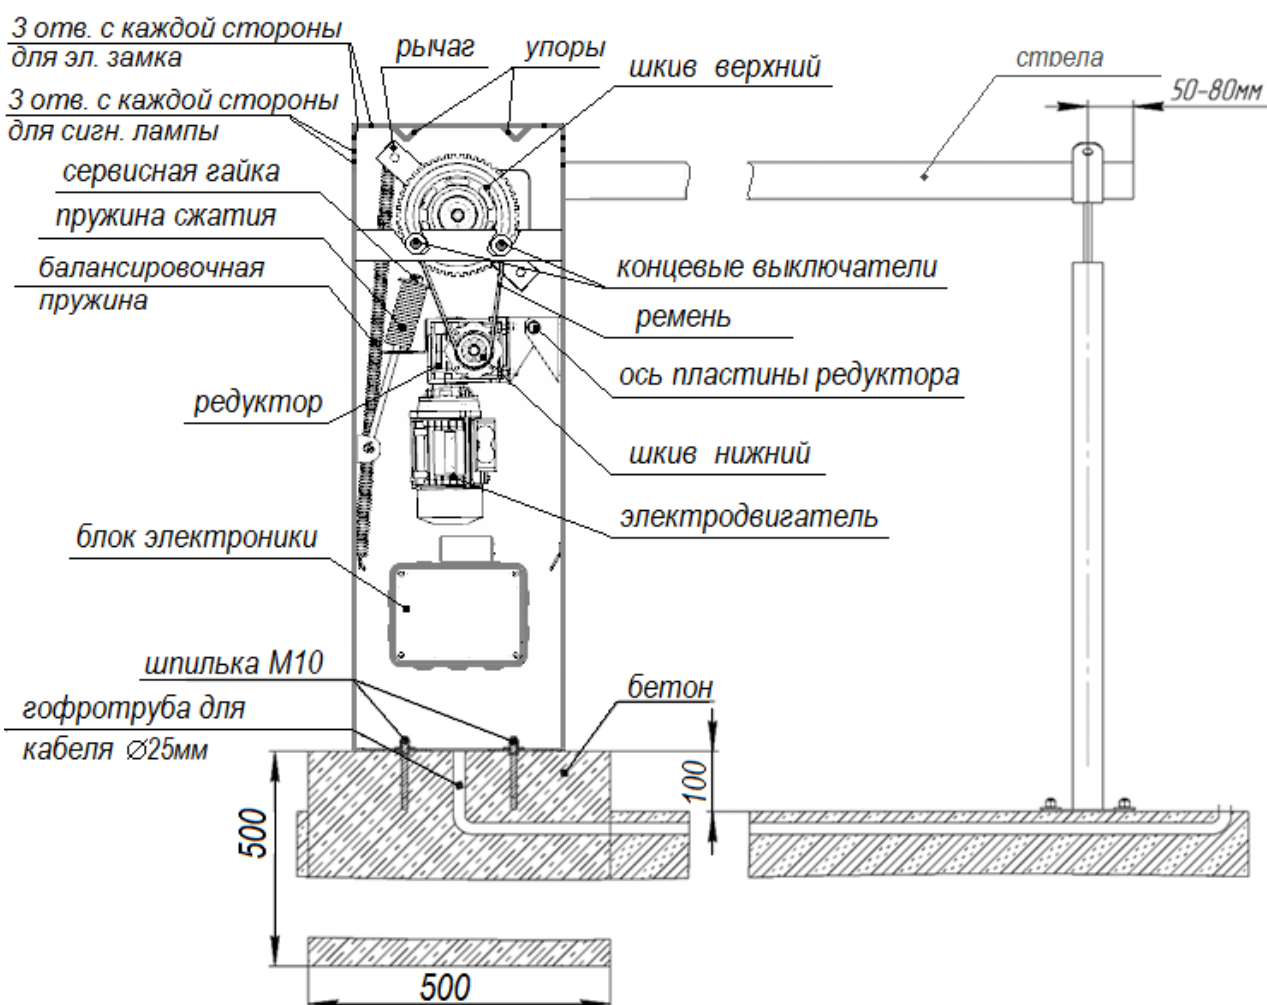

Рисунок 1
Шлагбаум следует установить на фундамент размером 500x500x500 из бетона марки не ниже М400. При заливке необходимо использовать монтажный комплект: монтажную раму и анкеры, при этом каждый анкер должен выступать над поверхностью фундамента своей резьбовой частью на высоту не менее 40 мм. Сам фундамент должен выступать над уровнем проезжей части не менее 100мм (см. Рисунок 1, 2)
На производстве шлагбаума собираются в правостороннем исполнении (если смотреть со стороны крышки тумбы, стрела с права см. Рисунок 1, 2).
- * Переставить балансирующую пружину с левого крепления на рычаге и зацепе на правое крепление (см. Рисунок 1).
Концевые выключатели настраиваются таким образом, чтобы при срабатывании выключателя рычаг останавливался на расстоянии 1-2 мм от упоров, расположенных на верхней поверхности корпуса шлагбаума, не касаясь их (см. Рисунок 1).
Сигнальная лампа подключается к разъему **X3**. Напряжение ~220В. Активируется при движении стрелы шлагбаума. Лампа крепиться с боку корпуса шлагбаума (см. Рисунок 1)